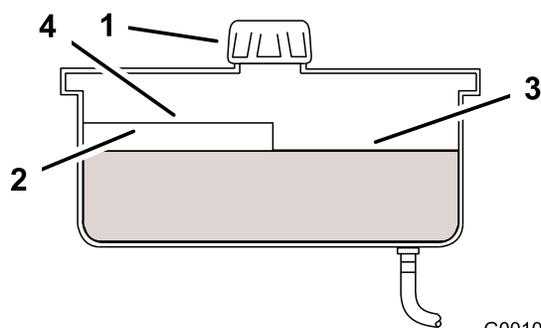

Figure 46
4. Nettoyez la surface autour du bouchon et du goulot de remplissage du réservoir hydraulique (Figure 46).
5. Enlevez le bouchon du goulot de remplissage et vérifiez le niveau de liquide dans le réservoir. (Figure 46).
Remarque: Lorsque l'huile est chaude, le niveau de liquide doit atteindre le haut du repère à chaud sur le déflecteur (Figure 46).